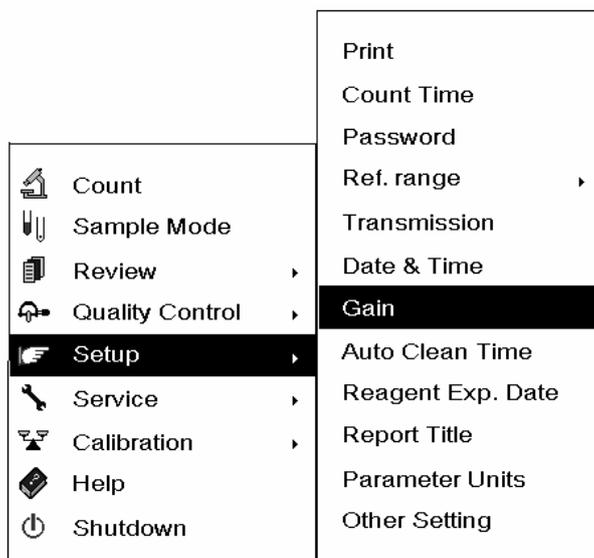

Abbildung 5-26 System-Menü
**WÄHLEN** Sie "Einstellung → Schwelle" **AUS** (Abbildung 5-26), um die "Schwelle"-Anzeige aufzurufen (Abbildung 5-27).